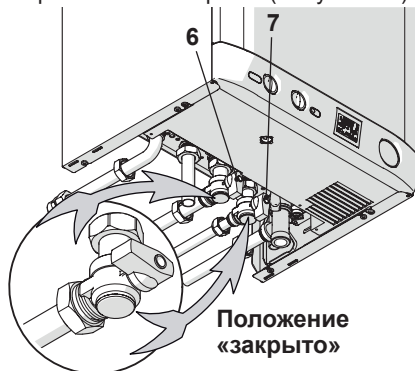

Рисунок 6.2
- Закройте газовый кран 6 (Рисунок 6.2).